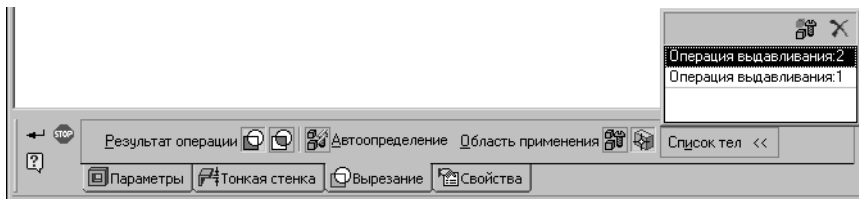

Рис. 87.6. Задание области применения вырезаемого элемента выдавливания
- ▼ При вырезании формообразующих элементов область применения задается на вкладке **Вырезание** Панели свойств (рис. 87.6). Группа элементов управления **Область применения** доступна, если неактивен переключатель **Автоопределение**.